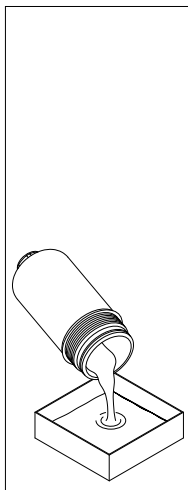

fig. 15
- (Fig. 15) Svuotare il fluido di lavoro dal contenitore al recipiente di raccolta